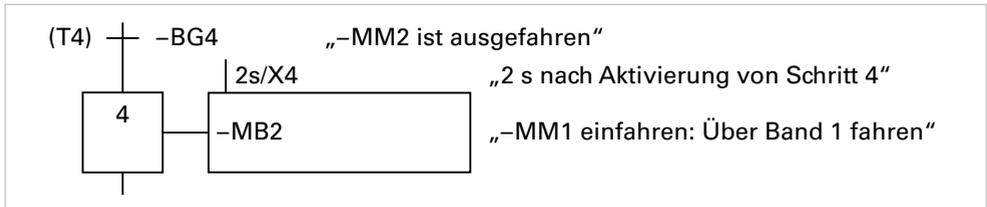
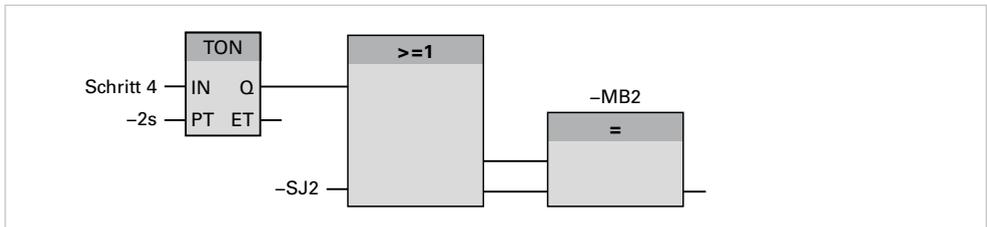

Bild 2: GRAFCET mit der Zeitverzögerung an der Aktion in Schritt 4
Bild 3: Funktionsplan (SPS-Programm) mit der Zeitverzögerung an der Aktion in Schritt 4
Schritt 4 muss zeitverzögert beginnen. Dazu wird ein TON-Baustein (Anzugsverzögerung) eingesetzt. Die Zeitverzögerung, z. B. von 2 Sekunden, kann entweder in der Übergangsbedingung T4 in Bild 1 oder an der Aktion im Schritt 4 in Bild 2, Seite 18, angegeben werden. Bild 1, Seite 18, und Bild 3, Seite 18, zeigen jeweils die Umsetzung im SPS-Programm in Form eines Funktionsplans.